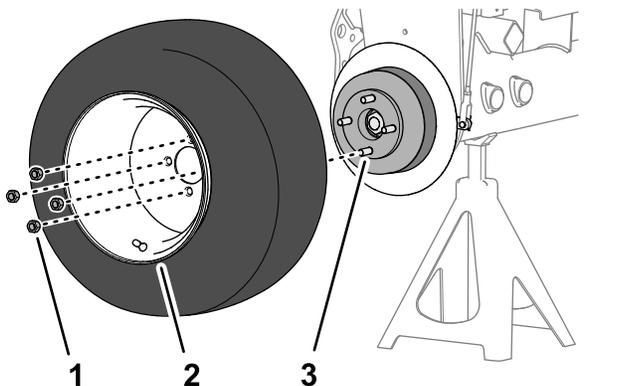

Figura 62
1. Retire as quatro porcas das rodas que prendem a roda frontal ao cubo e retire a roda (Figura 62).